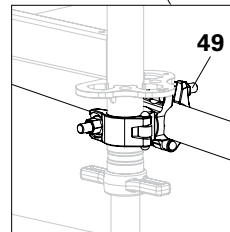

Abb. D6.06a
2. Innenrohr oder Gerüstrohr mit einer Drehkupplung (49) am Außenrohr des Basisrahmens (15) montieren. Drehkupplung anziehen. (Abb. D6.06a)